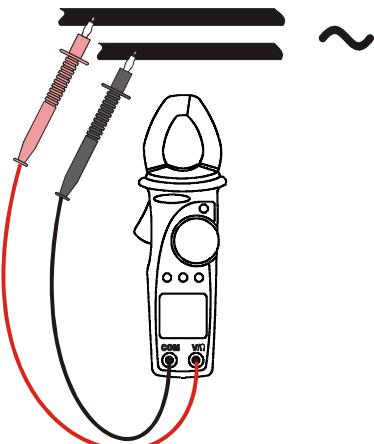

Fig. 7: análisis armónico del voltaje
3. Posicione las puntas de prueba en el punto deseado del circuito en examen (vea la Fig. 7). El instrumento demuestra el símbolo “**THD%**” correspondiente a la medida porcentual de la Distorsión Armónica Total del voltaje en examen (para conocer el significado de los parámetros medidos vea el capítulo 6.4).